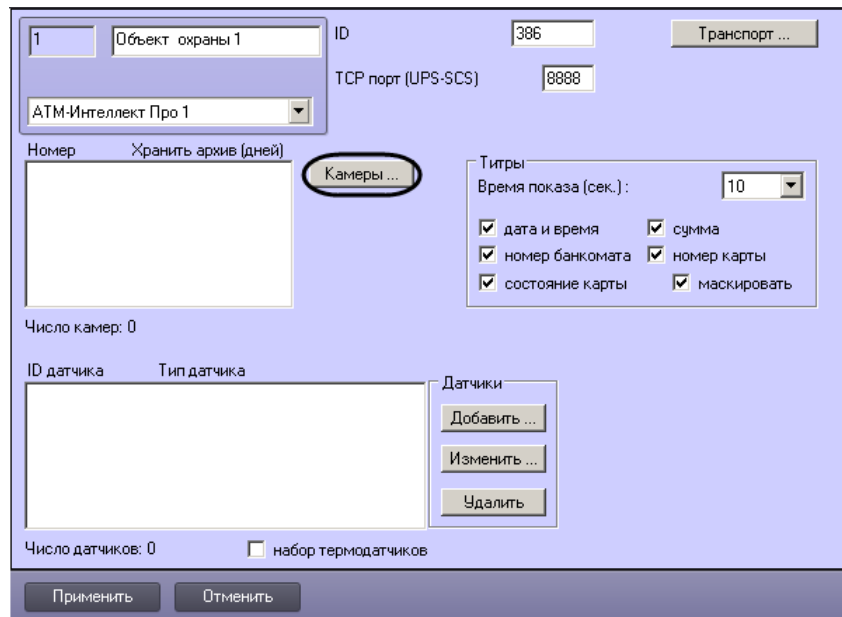

Рис. 8.4—14 Открытие окна добавления камер
2. Нажать на кнопку **Камеры...** (см. Рис. 8.4—14). Будет открыто окно **Добавление/редактирование камер** (Рис. 8.4—15).